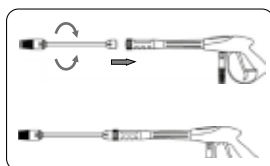

FIGURA 8.7
6. Conecte a ponteira de pulverização ao conjunto anterior (Figura 8.7).